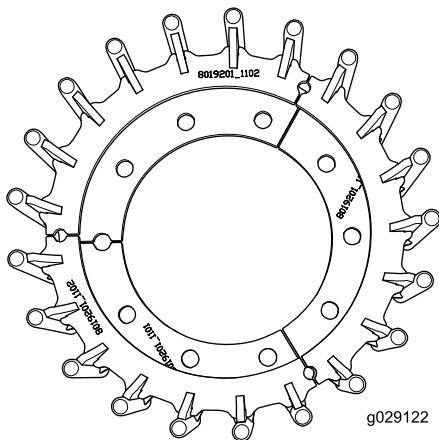

Figura 17
1. Alinee los 3 dientes de engranaje juntos en el suelo (Figura 17).